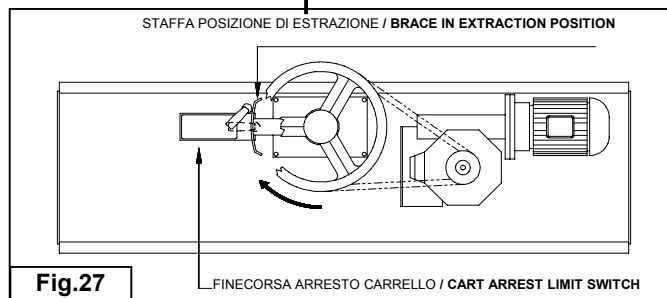

Fig.27
-Verificare, ed eventualmente correggere attraverso l'apposita staffa fissata al sistema di traino (Fig.27), l'arresto del carrello in posizione di sgancio-estrazione. (SOLO PER FORNI CON SOLLEVAMENTO AUTOMATICO)
Check the cart arrest in the unhooking and unloading position and correct it if necessary using the brace secured to the movement system (Fig. 27) (ONLY FOR OVENS WITH AUTOMATIC HOISTING)